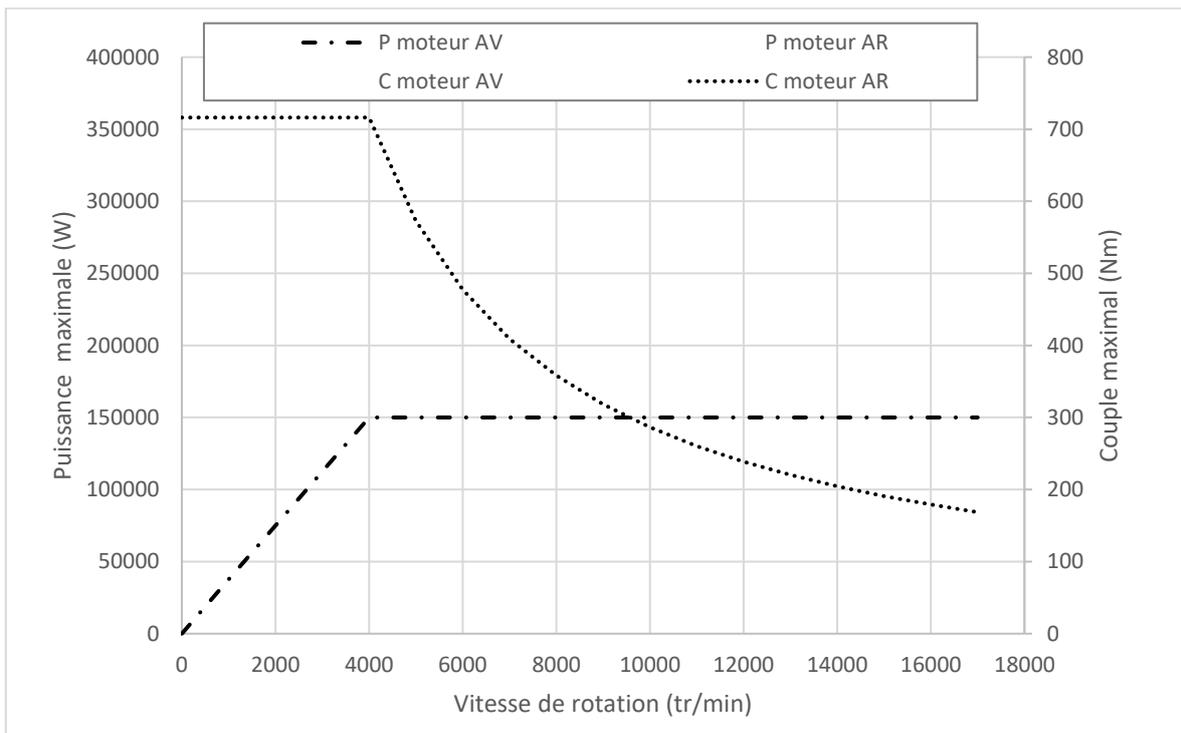

Figure 3 : caractéristiques de puissance mécanique maximales et couple maximal des deux moteurs électriques
1.8 La Figure 3 présente les caractéristiques de puissance mécanique maximale et de couple maximal des deux moteurs électriques. Complétez la figure en traçant :